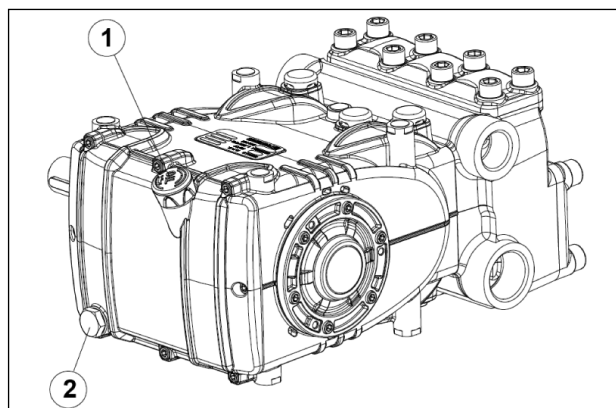

Fig. 3
Contrôler le niveau d'huile et faire l'appoint si nécessaire Avec la jauge de niveau d'huile rep. ①, Fig. 3.
Le contrôle correct du niveau d'huile doit s'effectuer avec la pompe à température ambiante, alors que la vidange de l'huile se fait avec la pompe à la température de fonctionnement en retirant d'abord la jauge d'huile rep. ①, puis le bouchon rep. ②, Fig. 3.
Enfiler une sonde de température dans le bouchon de vidange d'huile, rep. ② Fig. 3.